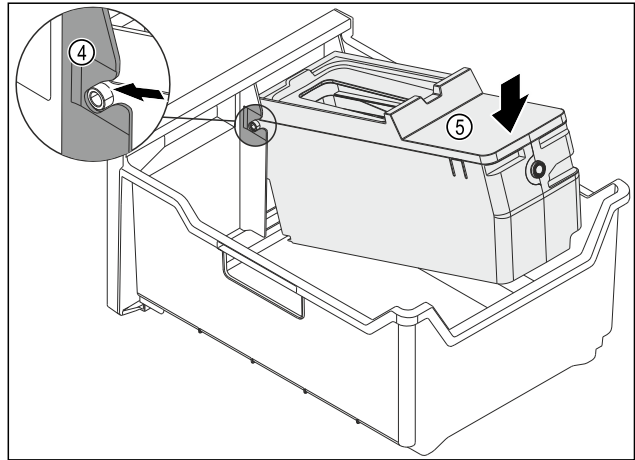

Fig. 124
- EasyTwist-Ice gövdesini monte edin: EasyTwist-Ice gövdesinin eksenlerini kılavuzlara Fig. 124 (4) itin.
- EasyTwist-Ice gövdesini Fig. 124 (5) arkadan aşağı bastırın.